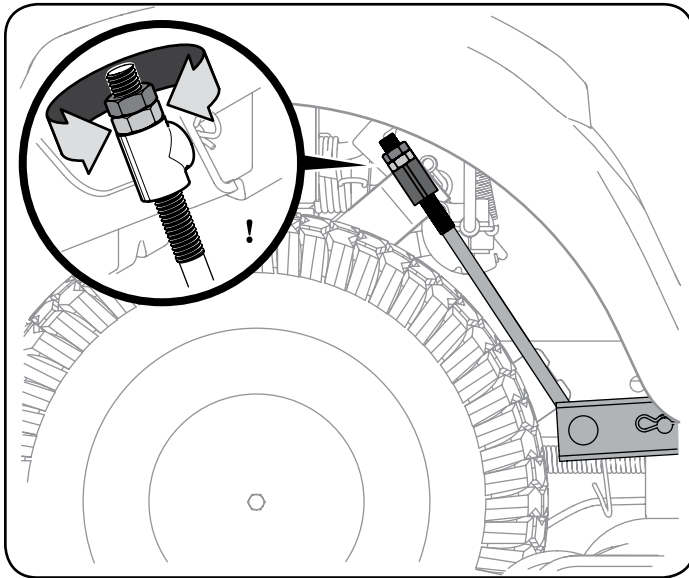

Figura 21
- e. Extraiga el pasador de chaveta que sujeta el cable de la PTO al soporte de la plataforma, tire hacia atrás del cable de la PTO, luego deslícelo fuera del soporte y desenganche el resorte del soporte intermedio. Vea la Figura 21.
- Mirando hacia la plataforma de corte desde el lado izquierdo del tractor, ubique el pasador de chaveta en el lado posterior izquierdo de la plataforma. Vea la Figura 21.
- Retire el pasador y saque el pasador de la plataforma del brazo de elevación de la misma. Vea la Figura 21.